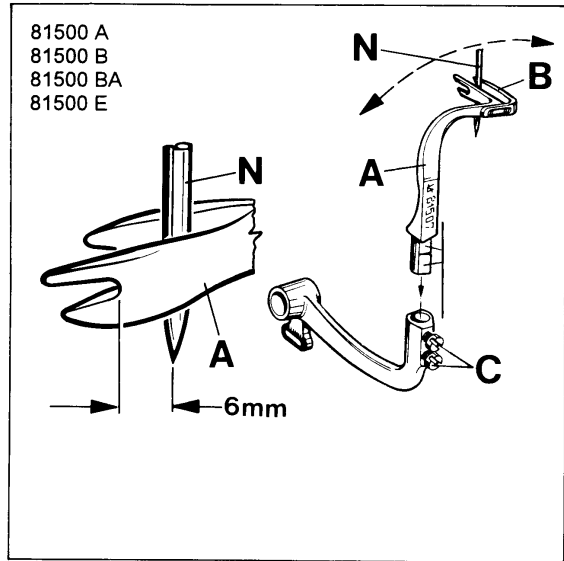

Fig. 11
Before inserting a new upper spreader (A, Fig. 11) remove thread hook (B). This facilitates the visual check of the adjustment.
For adjustment of spreader (A, Fig. 11) with respect to the needle (N), the shank of spreader (A) has two offset flats.
First snug one screw (C, Fig. 11) on the flat of the spreader shank with which the following position of the spreader is reached:
When rotating the handwheel in sewing direction, spreader (A, Fig. 11 A) should pass with its face (D) as close as possible to the front of needle (N), without contacting it. Now tighten the second screw (C, Fig. 11) firmly.
In the extreme left upper end position of spreader (A, Fig. 11) the distance between the bottom of the forked cut-out and the center of needle (N) should be 6 mm (15/64 in.)
Remount thread hook (B, Fig. 11) on spreader (A) and set it so that its tip passes close behind the needle without contacting it (see Fig. 11 A).
Bevor Sie einen neuen oberen Blindgreifer (A, Fig. 11) einsetzen entfernen Sie den Fadenhaken (B). Dies erleichtert die visuelle Prüfung der Einstellung.
Zum Einstellen des Blindgreifers (A, Fig. 11) im Bezug zur Nadel (N) hat der Schaft des Blindgreifers (A) zwei versetzte Befestigungsflächen.
Legen Sie zuerst eine Schraube (C, Fig. 11) auf der Fläche des Blindgreifers an, mit der Sie folgende Stellung des Blindgreifers erhalten:
Beim Drehen des Handrades in Nährichtung muß der Blindgreifer (A, Fig. 11 A) mit seiner Stirnfläche (D) dicht an der Vorderseite der Nadel (N) vorbeigehen, ohne diese zu berühren. Ziehen Sie nun die zweite Schraube (C), Fig. 11) gut an.
In der äußerst linken oberen Endstellung des Blindgreifers (A, Fig. 11) muß der Abstand zwischen der tiefsten Stelle des gabelförmigen Einschnittes und der Nadelmitte (N) 6 mm betragen.
Montieren Sie den Fadenhaken (B, Fig. 11) wieder an den Blindgreifer (A) und stellen Sie ihn so, daß seine Spitze dicht hinter der Nadel vorbeigeht, ohne diese zu berühren (siehe Fig. 11 A).
Preliminary mount the upper looper (A, Fig. 11 B) and the thread hook (B) to the looper shank (S) so that the distance (T) between upper looper and thread hook is as big as possible.
For adjustment of upper looper (A, Fig. 11 B) with respect to the needle (N) the looper shank (S) has two offset flats.
First snug one screw (C, Fig. 11 B) on the flat of looper shank (S) with which the following position of the upper looper is reached:
When rotating the handwheel in operating direction, upper looper (A, Fig. 11 C) should pass with its face (D) as close as possible to the front of needle (N), without contacting it. Now tighten the second screw (C, Fig. 11 B) firmly.
For precise adjustment of upper looper (A, Fig. 11 C) with respect to the needle (N) loosen screws (U) and set the upper looper (A) accordingly.
Simultaneously set the thread hook (B, Fig. 11 C) so that its tip passes close behind the needle (N) without contacting it. Retighten the two screws (U).
Montieren Sie den Obergreifer (A, Fig. 11 B) und den Fadenhaken (B) vorl ufig so an den Greiferschaft (S), da  der Abstand (T) zwischen Obergreifer und Fadenhaken so gro  wie m glich ist.
Zum Einstellen des Obergreifers (A, Fig. 11 B) im Bezug zur Nadel (N) hat der Greiferschaft (S) zwei versetzte Befestigungsfl chen.
Legen Sie zuerst eine Schraube (C, Fig. 11 B) auf der Fl che des Greiferschaftes (S) an mit der Sie folgende Stellung des Obergreifers erhalten:
Beim Drehen des Handrades in N hrichtung mu  der Obergreifer (A, Fig. 11 C) mit seiner Stirnfl che (D) dicht an der Vorderseite der Nadel (N) vorbeigehen, ohne diese zu ber hren. Ziehen Sie nun die zweite Schraube (C, Fig. 11 B) fest.
Zur Feineinstellung des Obergreifers (A, Fig. 11 C) im Bezug zur Nadel (N) l sen Sie die Schrauben (U) und stellen den Obergreifer (A) entsprechend.
Stellen Sie gleichzeitig den Fadenhaken (B, Fig. 11 C) so, da  seine Spitze dicht hinter der Nadel (N) vorbeigeht, ohne diese zu ber hren. Ziehen Sie die zwei Schrauben (U) wieder an.
In the extreme left upper end position of upper looper (A, Fig. 11 B), the distance between the left edge of looper eye and the center of needle (N) should be 6 mm (15/64 in.)
In der äußerst linken oberen Endstellung des Obergreifers (A, Fig. 11 B) muß der Abstand zwischen der linken Kante des Greiferöhres und der Nadelmittle (N) 6 mm betragen.